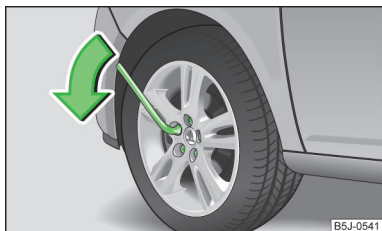

Fig. 144
- > Prindeți cu mâna capătul cheii și rotiți șurubul aproximativ o rotație în sensul săgeții » fig. 144.
- > Prindeți cheia de capăt și rotiți șurubul în sens opus săgeții » fig. 144, până când se strânge ferm.